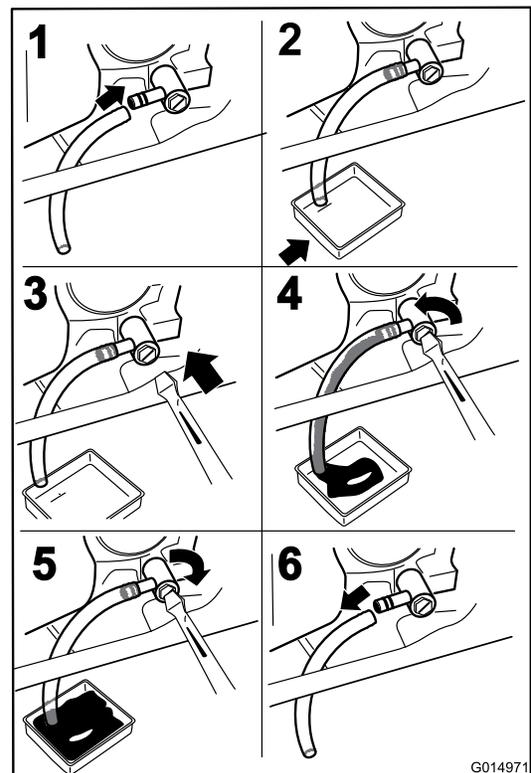

Figura 37
3. Pare el motor, retire la llave y espere a que se detengan todas las piezas en movimiento antes de abandonar el puesto del operador (Figura 37).